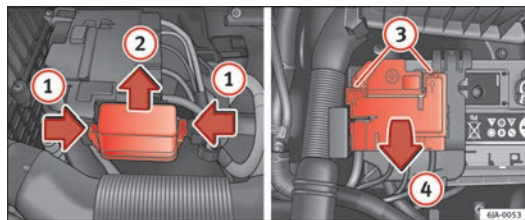

Fig. 144 Bateria: tampa de fusíveis (variante1)
- Pressione simultaneamente as linguetas flexíveis da cobertura de fusíveis na direção das setas (1) → Fig. 144.
- Remova a tampa deslizando-a no sentido da seta (2).
- Com uma chave de fendas plana, desbloqueie os trincos nos orifícios (3).
- Abra a tampa no sentido da seta (4).